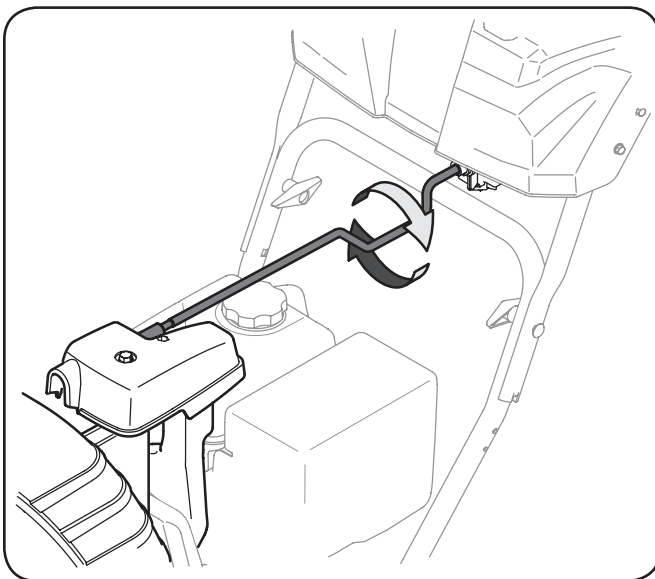

Figura 4-3
4. Tome la porción deseada de la varilla de control del canal y gire el conjunto del canal manualmente a la derecha o a la izquierda. Consulte la Figura 4-3.